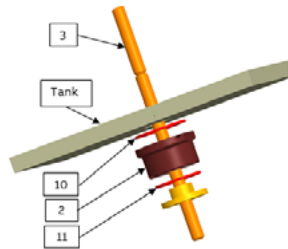

Abbildung 5
- Die Schraube mit der unteren Unterlegscheibe (3) muss wie in Abbildung 5 dargestellt (die untere Isolierung (2) mit den Dichtungen (11) und (10) zusammen mit der Schraube), durch das Loch des Behälters montiert werden.
- Zusammenbau der Komponenten: (5), (1), (13), (9), (6), (4), (8) und sobald die Isolatordurchführung mit Öl gefüllt ist, muss die Luft im Inneren entfernt werden, indem die Mutter (8) abgeschraubt wird, und schließlich muss das Nennmoment auf die obere Mutter aufgebracht werden (siehe Tabelle 18).